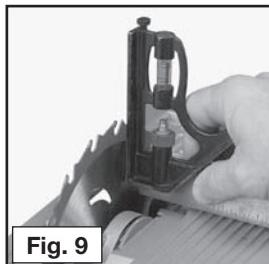

Fig. 9
2. Renversez la scie, rétractez le protecteur télescopique et vérifiez l'équerre de la lame (Fig. 9).